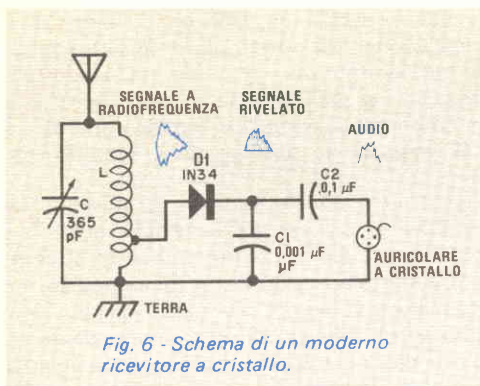

Fig. 6 - Schema di un moderno ricevitore a cristallo.
Un altro circuito elementare che utilizza un diodo, cioè il ricevitore radio a cristallo, è illustrato nella *fig. 6*. Si tratta della versione aggiornata dei primi ricevitori che usavano come rivelatore, o raddrizzatore, un cristallo di galena (cioè solfuro di piombo). Nel nostro circuito il cristallo di galena è sostituito da un diodo al germanio 1N34; l'induttanza *L*, avvolta su ferrite ed il condensatore *C* formano un circuito risonante che lascia passare selettivamente i segnali captati dall'antenna (formata da cinque o più metri di filo di rame) verso il rivelatore *D1*. Il diodo fa sì che solo la porzione positiva del segnale possa arrivare al resto del circuito. Il condensatore *C1*, del tipo ceramico a disco, cortocircuita verso massa la componente a radiofrequenza ancora presente nel segnale raddrizzato (o rivelato che dir si voglia); infatti tale componente non rappresenta più un segnale utile. Il segnale audio, cioè quello che riproduce l'involuppo dell'onda in arrivo, giunge attraverso il condensatore *C2* (ceramico o in mylar da $0,1 \mu F$) all'auricolare piezoelettrico. Il circuito non richiede alimentazione esterna ed è in grado di ricevere molte stazioni nella banda delle onde medie (MA). Tutti i componenti necessari per costruire questo semplice circuito sono reperibili presso qualsiasi negozio di materiale elettronico.
rivelatore a cristallo della *fig. 6*, la presenza della barriera di potenziale deve essere tenuta nel debito conto. Il diodo 1N34 non raddrizzerà i segnali al di sotto dei 200 mV, ma si comporterà come un circuito aperto sia nel semiperiodo positivo sia in quello negativo.